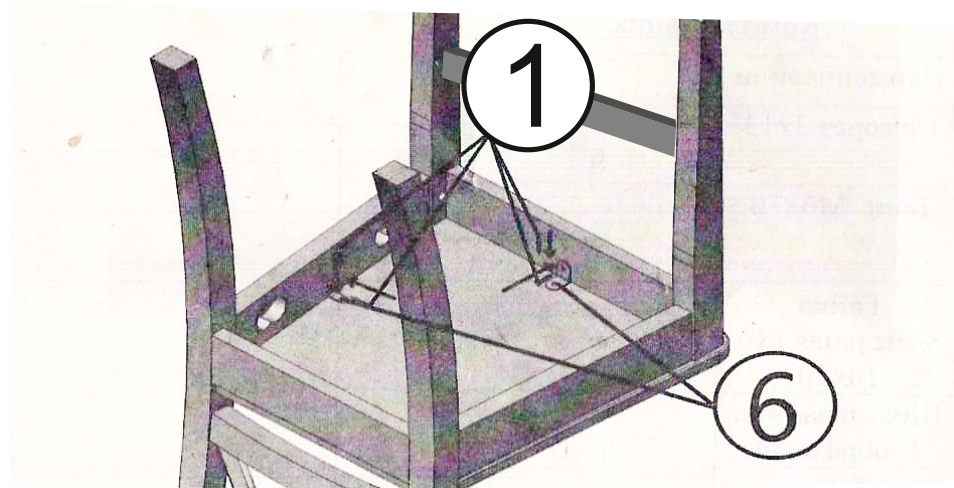

рис. 4
Установить уголки (6) (саморезы (1)) на деревянные детали стула (рис.4)